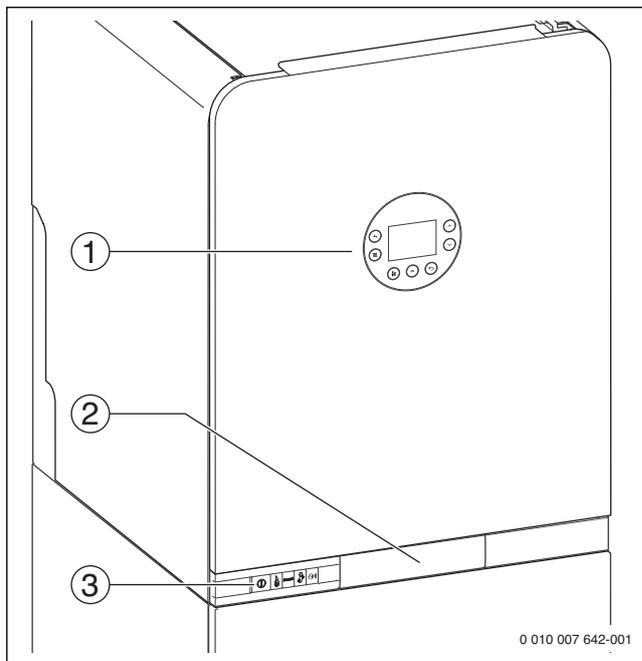

Fig. 7 Aperçu des éléments de commande
- Module de commande intégré dans l'appareil, pour la régulation en fonction de la température extérieure (→ fig. 7).